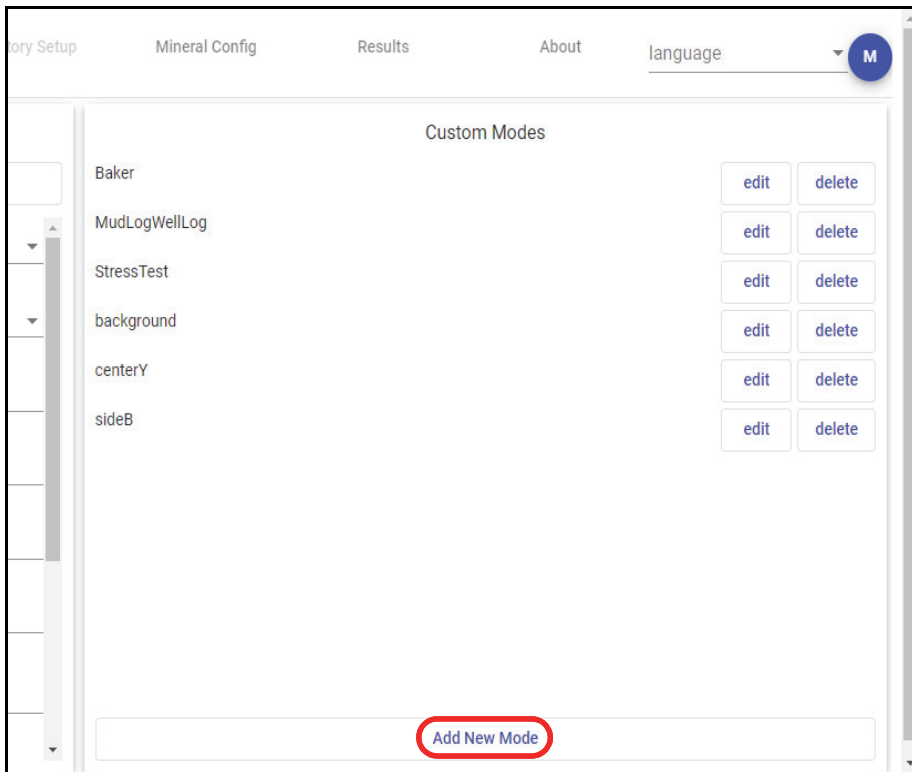

Abbildung 5-12 Schaltfläche Add New Mode
1. Wählen Sie im Fenster **Custom Modes** (Anwendungsspezifische Modi) die Schaltfläche **Add New Mode** (Neuen Modus hinzufügen) aus (Abbildung 5-12 auf Seite 84), um das Dialogfeld **Add New Mode** (Neuen Modus hinzufügen) anzuzeigen.